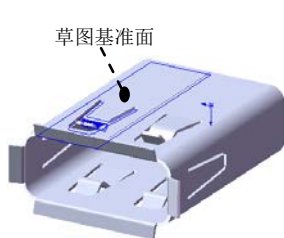
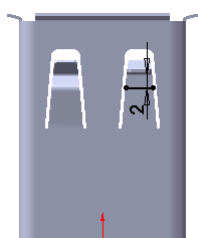

图 10.66 绘制的折弯 11
图 10.68 横断面草图
Step21. 创建图 10.66 所示的钣金特征——绘制的折弯 11。
(1) 选择下拉菜单 **插入(I)** → **钣金(B)** →  **绘制的折弯(S)...** 命令。
(2) 定义横断面草图。选取图 10.66 所示的模型表面为草图基准面，绘制图 10.68 所示的横断面草图。